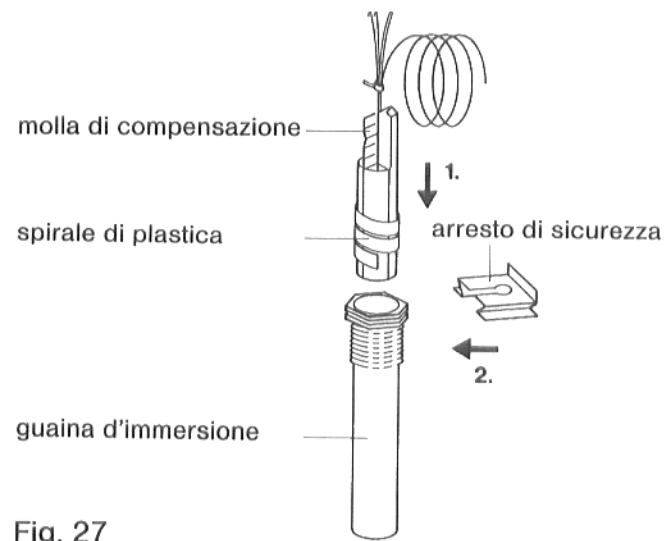

Fig. 27
- Inserire a fondo la sonda termica nella guaina di immersione (Fig. 27). La spirale di plastica viene espulsa automaticamente. Inserire la molla di compensazione nella guaina insieme alla sonda.
- Inserire l'arresto di sicurezza (a corredo dell'apparecchio di regolazione) sulla testa della guaina premendo dall'alto o dal lato (Fig. 27).